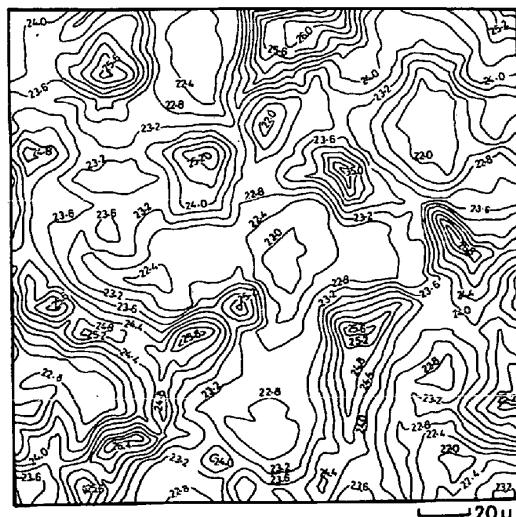

図2 マッピングの一例
5. 分析例 従来長時間と労力を要していたコンテンツマッピングの一例として、溶接金属のデンドライト組織中のCrのミクロ偏析を図2に示す。条件を設定するだけで簡単に濃度分布図が得られる。